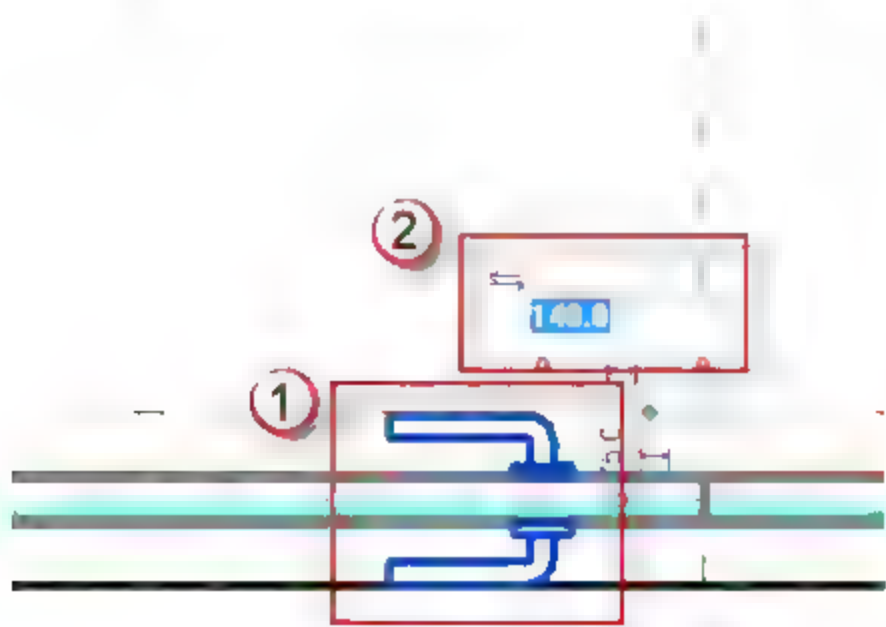
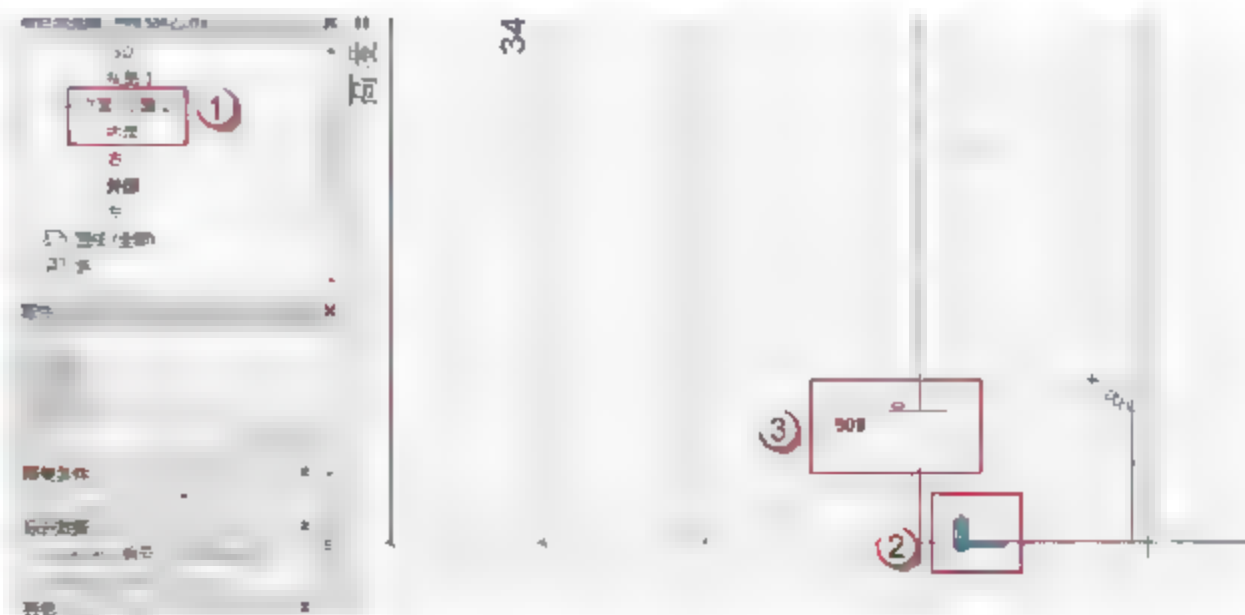

图 6.2.33 调整门锁 6 水平位置
图 6.2.34 调整门锁 6 竖直位置
(30) 调整门锁位置。单击门锁距离门中轴线尺寸，输入“140”字样，如图 6.2.33 所示。选择“项目浏览器”中的“立面(立面 1)”→“外部”选项，进入门的外部立面视图。选择族“门锁 6”，按快捷键 M+V，将其向上拖动并输入“900”，按 Enter 键，如图 6.2.34 所示。最后按快捷键 M+V 将“门锁 6”镜像复制到对称位置，对称轴选择门的中轴线。